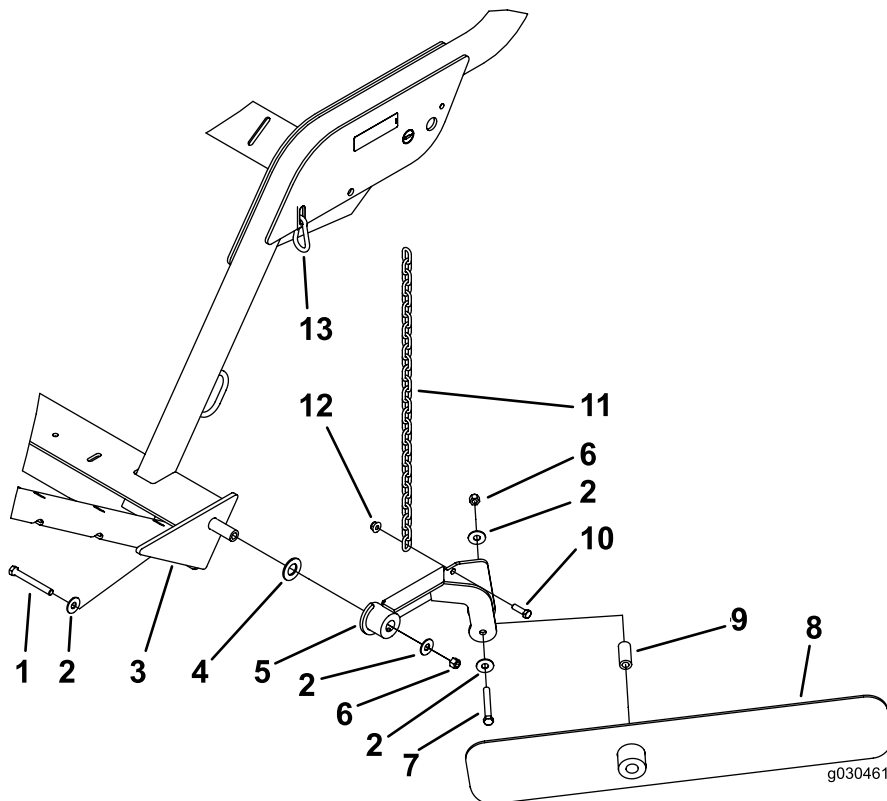

Figura 16
Nota: Collocate i componenti come illustrato nella Figura 16.
- Fissate la lama Windrow al gruppo di montaggio con un bullone (7/16" x 3-1/4"), 2 rondelle piane, un distanziale e un dado di bloccaggio (7/16"). Montate i componenti come illustrato nella Figura 16.
- Fissate la catena al gruppo di montaggio della lama utilizzando un bullone (3/8" x 1-1/4") e un dado flangiato (3/8") (Figura 16).
- Fissate l'altra estremità della catena alla fessura presente sul telaio, per mezzo di un anello di sicurezza (Figura 16).